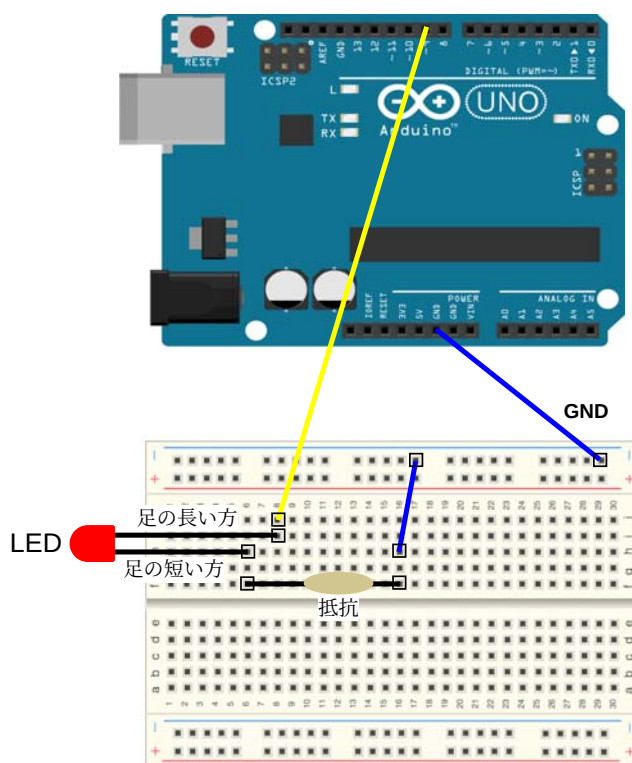

図 3: 接続図
Arduino 上にある 13 番のデジタル入出力ピンとつながっている LED を点滅させる回路（「インタラクティブなデバイスを作る（1）」の L チカ）を参考に、図 3 のようにさらに LED を 9 番ピンに接続し、双方の LED が交互に点滅するプログラムを作成する。点滅の間隔は前と同じく 500[ms] とする。
- 【1】 図 3 のように Arduino, LED, 抵抗等を接続